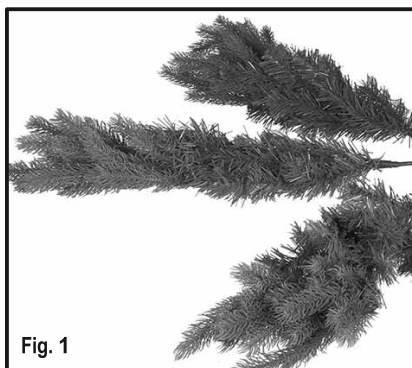

Fig. 1
1. Les arbres sont expédiés de l'usine avec l'extrémité de chaque branche comprimée au centre (figure 1).